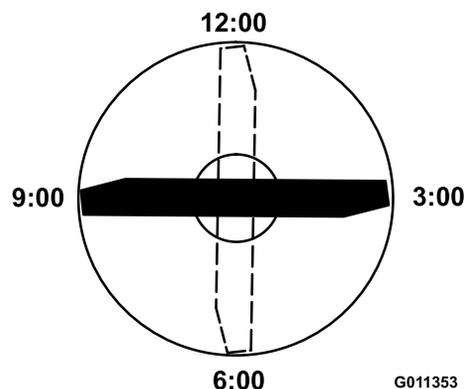

Рисунок 86
4. Установите режущую кромку отмеченного конца ножа в положение «12 часов» (строго прямо по направлению скашивания) (Рисунок 86) и измерьте высоту от стола до режущей кромки ножа.
5. Поверните отмеченный конец ножа в положения «3 часа» и «9 часов» (Рисунок 86) и измерьте значения высоты.